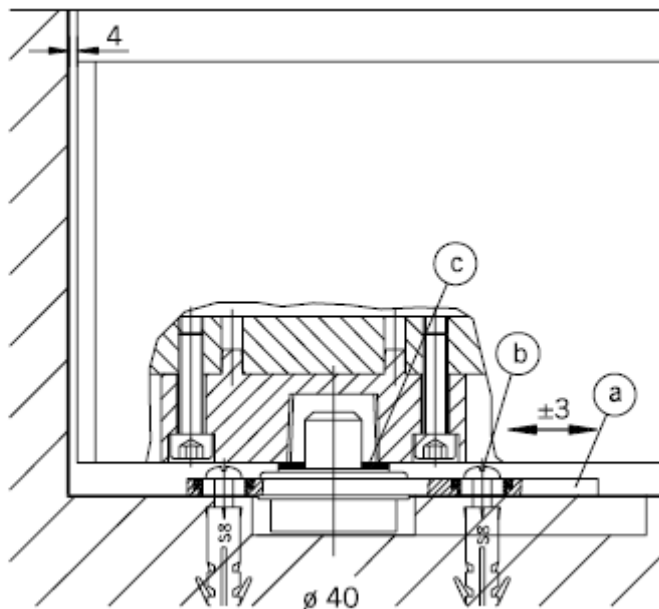

Fig. 6
Установите напольный шарнир (Рис. 6) или напольный доводчик (BTS) на расстоянии 67 мм между центральной точкой шарнира и стеной. Сначала должен быть вкручен винт (b) для поддержки крайней панели. Затем установите крайнюю панель. Для этого вставьте болт (b) в конструкцию верхнего шарнира (Рис. I), после чего совместите панель с напольной пружиной или напольным доводчиком (Рис. II).
6. Сборка напольного шарнира для распашной крайней панели (рис. 6)